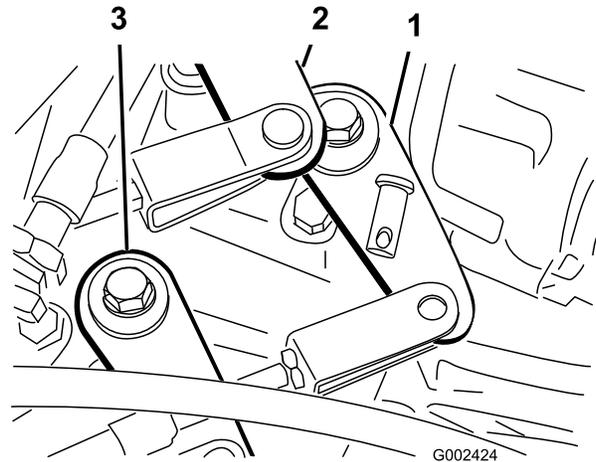

Bild 52
2. Nehmen Sie die Lastösenbolzen ab, mit denen die Schaltzüge an den Getriebeschalthebeln befestigt sind (Bild 52).
1. Nehmen Sie den Lastösenbolzen ab, mit dem der Zug (schneller/langsamer Gang) am Getriebe befestigt ist (Bild 52).